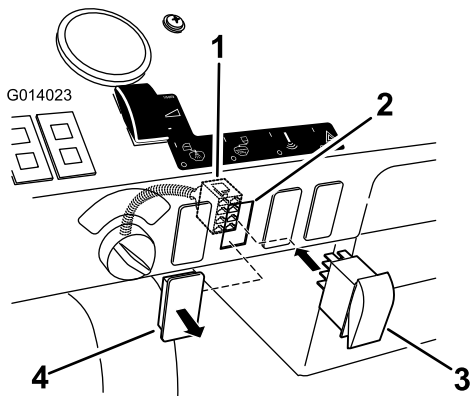

Bild 28
- 1. Ermitteln Sie die Abdeckung für den Ejektorschalter am Armaturenbrett (Bild 28).
2. Nehmen Sie die Abdeckung vom Armaturenbrett ab (Bild 28) .
4. Befestigen Sie den Schalter am Kastenanschluss durch das Armaturenbrett; das LED am Schalter muss in der oberen Stellung sein (Bild 28).